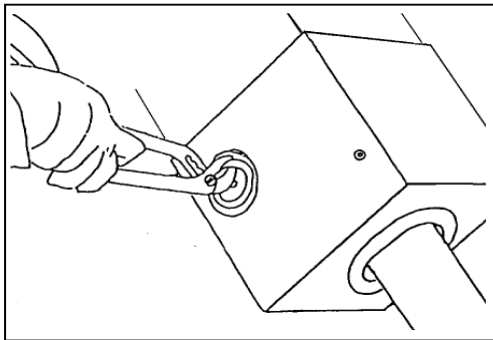

Fig.1
- 1) Verwijder Cap Screws (28) en Cover Plate (27) zie Structuur van de hamer op pagina 9.
- 2) Verwijder de donut ring met een waterpomptang. Zie Fig.1 en Fig.2.